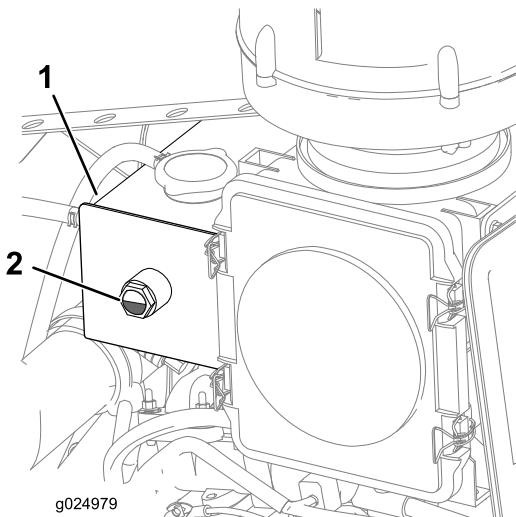

Рисунок 25
- Проверьте уровень охлаждающей жидкости в баке (Рисунок 25).
Примечание: Убедитесь в том, что уровень охлаждающей жидкости составляет от 1/4 до 3/4 диапазона шкалы указателя (Рисунок 25).